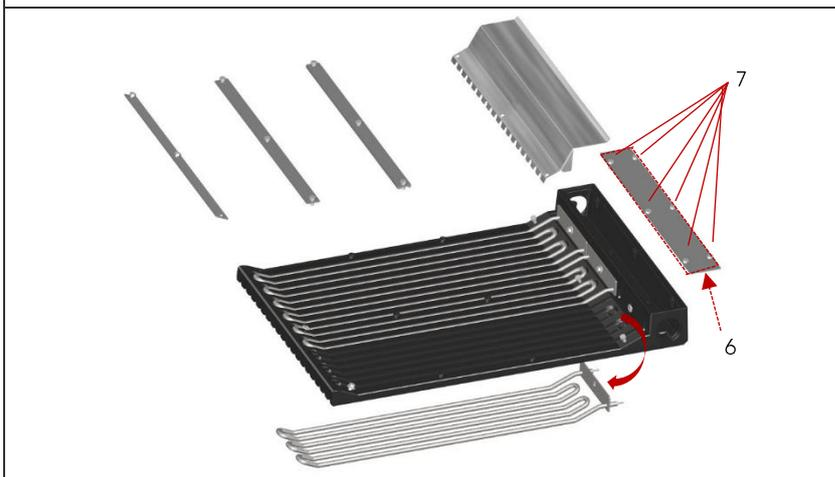

Fig. 11
- Pour déposer les résistances lever la grille (Fig11 Rep1) à l'aide du levier de basculement.
- Dévisser les vis des barrettes de maintien (Fig11 Rep2) soit 3 par barrette puis la pièce de finition (Fig11 Rep3)
- A l'aide d'un outil pointu, gratter et retirer le mastic sur l'embase (Fig11 Rep4) puis dévisser la vis (Fig11 Re5) de la résistance à remplacer.
- Pour accéder à la zone de raccordement électrique de la grille (afin de déconnecter électriquement la résistance) retirer le mastic présent sur les bords de la platine (Fig11 Rep6) puis dévisser les 6 vis (Fig11 Rep7).